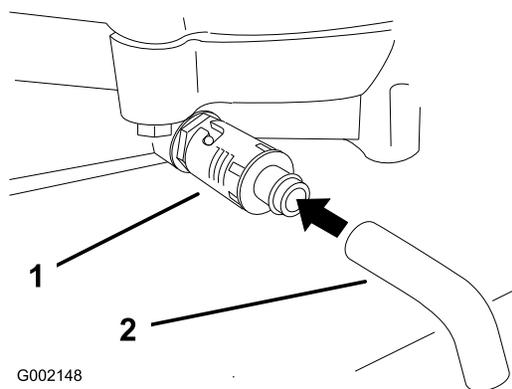

Figure 20
- Placez un bac sous la vidange. Tournez le robinet de vidange d'huile pour permettre à l'huile de s'écouler (Figure 20).